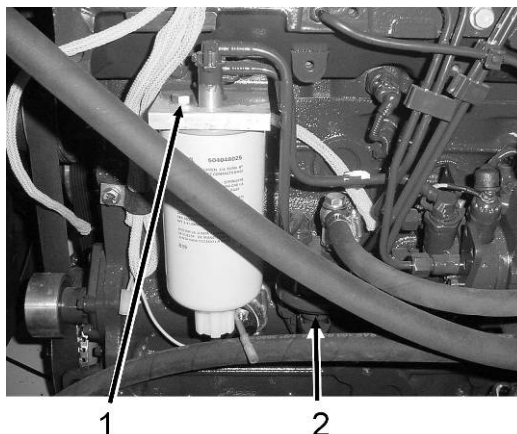

Рис. 5.36. Удаление воздуха из топливной системы
- 1. Ослабить затяжку болта на головке топливного фильтра (1, Рис. 5.36).
- 2. С помощью рычажка ручного, топливного насоса (2) произвести прокачку топливной системы до момента появления чистого топлива (без воздушных пузырьков) из отверстия, в которое вкручивается болт головки топливного фильтра.